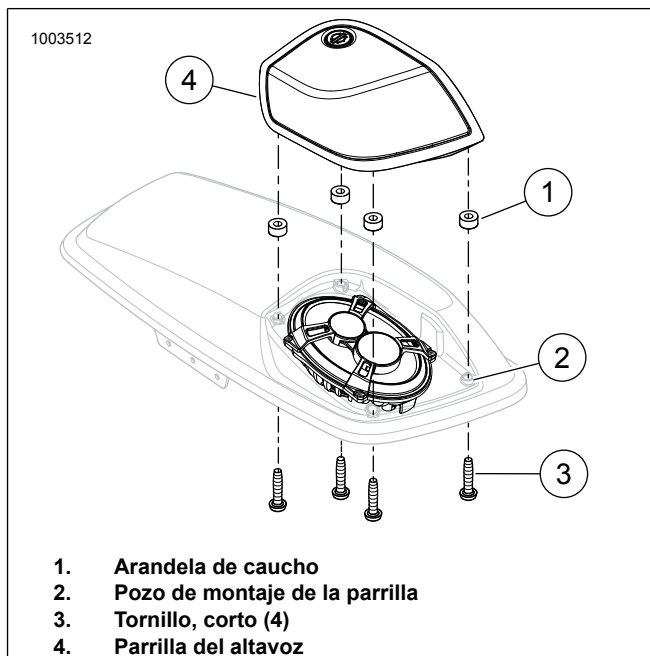

Figura 10. Instalación y extracción de la parrilla
2. Consulte la Figura 10. Coloque las arandelas de caucho (1) en el pozo de montaje de la parrilla (2).
3. Verifique si las arandelas de caucho (1) están en su lugar. Coloque la parrilla del altavoz (4) en su posición sobre la parte delantera del altavoz. Asegúrela con los cuatro tornillos cortos (3). Apriete alternativamente los tornillos a: Par de ajuste: 1,1–1,7 N·m (9,7–15,0 in-lbs) *Tornillo con cabeza TORX*